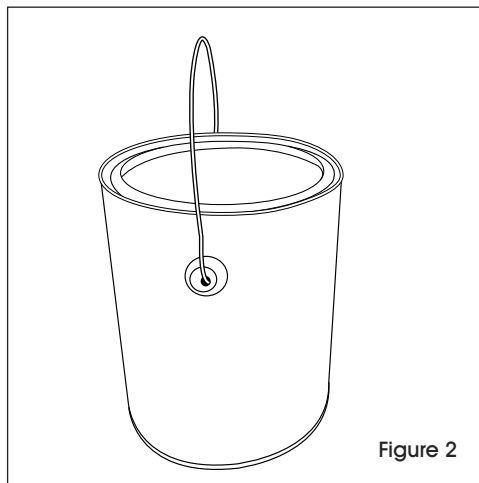

Figure 2
2. Rotate handle so it arches over the can. (See Figure 2)
2. Faites pivoter la poignée pour former un arc au-dessus du pot. (Voir Figure 2)